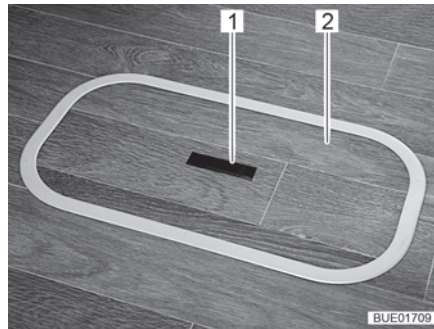
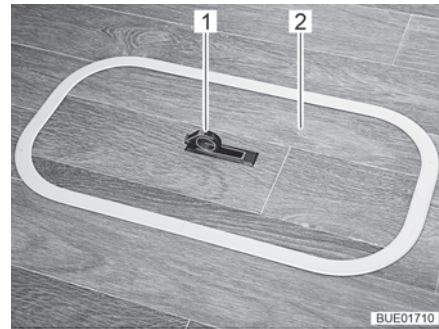

Fig. 49 Copertura scomparto nel fondo (maniglia abbassata)
Fig. 50 Copertura scomparto nel fondo (maniglia alzata)
- Spingere la piastra di presa (Fig. 49,1) verso il basso da un lato. La maniglia (Fig. 50,1) viene ruotata verso l'alto.
- Rimuovere la copertura (Fig. 49,2 o Fig. 50,2) tirandola verso l'alto.